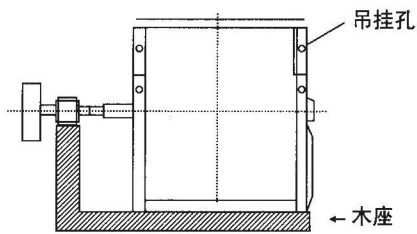

图14A
(2) 轴承座伸出机壳外的送风机，吊挂时要连同支持木座一起吊挂，以免轮轴变形弯曲(图14A、14B)。